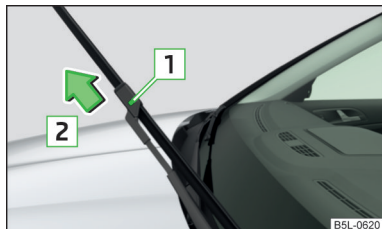

Fig. 191
- › Presione el seguro **1** » fig. 191 para desbloquear la escobilla y extráigala en el sentido de la flecha **2**.